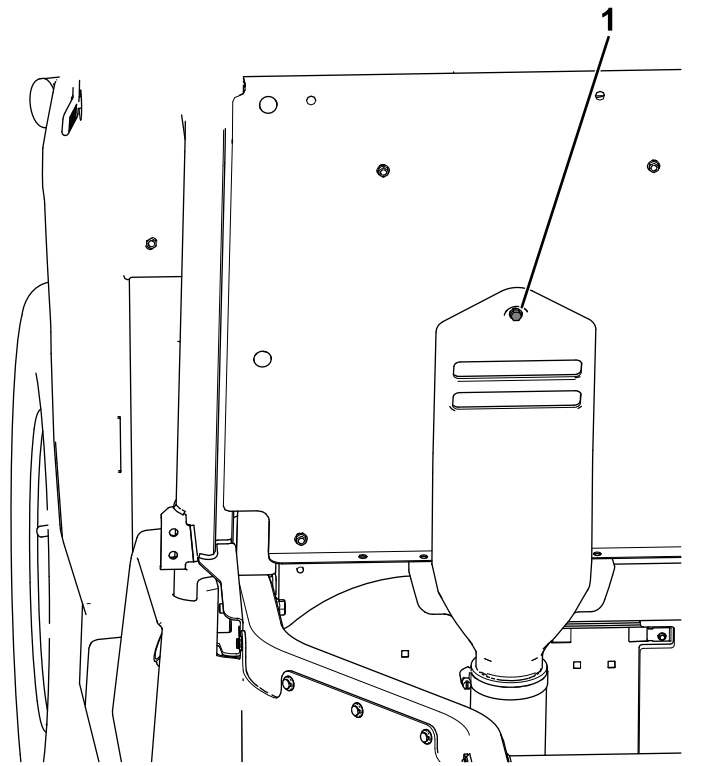

Bild 62
- B. Stecken Sie die unverlierbare Schraube, die an der CVT-Ansaughaube befestigt ist, in das Loch in der Sitzplatte (Bild 62).